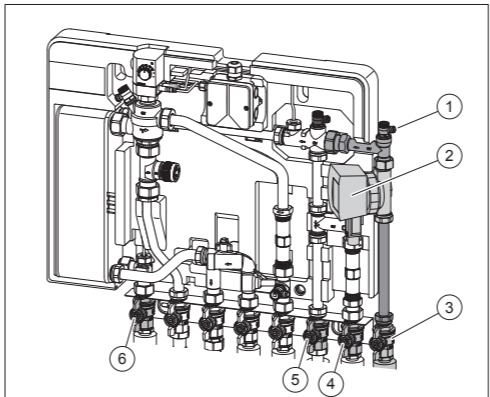

Fig. 2: Montage du circulateur à haut rendement
1. Fermer les robinets à tournant sphérique (3), (4), (5) et (6) (voir Fig. 2).
2. Ouvrir le purgeur d'air pour mettre la partie de l'installation hors pression (voir Fig. 2 (1)).
**i** La flèche sur le corps indique le sens de circulation. Monter le circulateur de telle manière que la flèche pointe sur le purgeur d'air (voir Fig. 2 (1)).